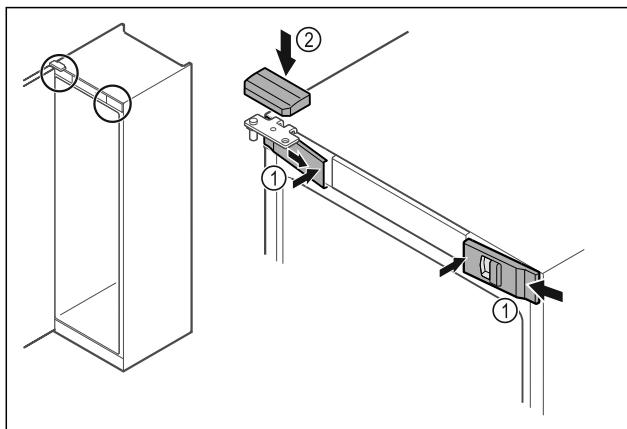

Fig. 53
- ▶ Αναρτήστε τα μπροστινά καλύμματα Fig. 53 (1) στο πλάι και κουμπώστε τα εσωτερικά.
- ▶ Κουμπώστε το επάνω κάλυμμα Fig. 53 (2) από πάνω.